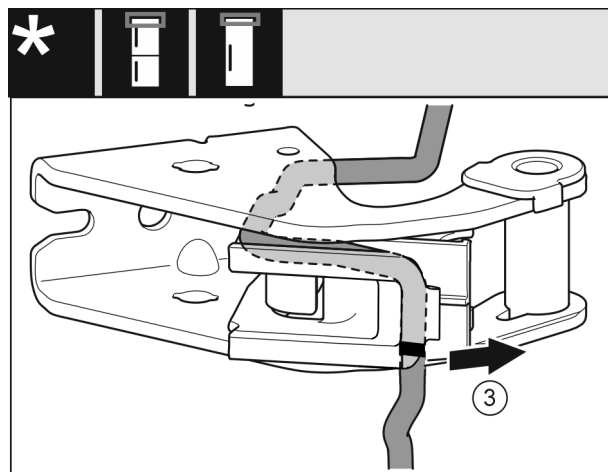

Fig. 18
- ▶ Kábel s držiakom kábla demontujte z ložiskovej konzoly. Fig. 18 (3)